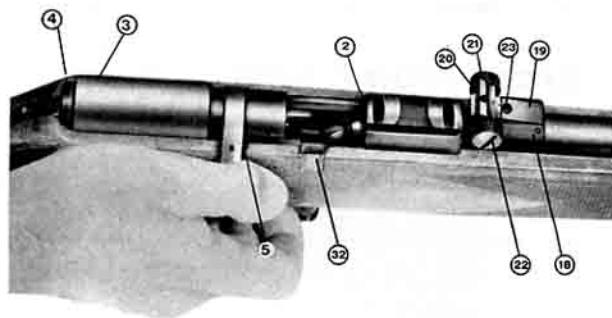

Fig. 3
**CAMERA** - (Fig. 3 n. 2) di mm. 19 di profondità e con sezione anteriore di mm. 5,70 - posteriore di mm. 5,88 - adatta alla cartuccia .22 Long Rifle.
**GRUPPO CULATTA OTTURATORE** - (Fig. 3 n. 3). In acciaio ad alta resistenza, ha la prerogativa di essere facilmente amovibile, con semplice pressione sul bottone apposito zigrinato (Fig. 3 n. 4).
Per togliere il gruppo culatta-otturatore basta tirare a fondo il manubrio ed inserirlo nella sede posteriore (Fig. 3 n. 5); premere poi col pollice il bottone zigrinato e spingere il tutto verso l'alto (vedere figura n. 4).
**CONGEGNO DI PUNTAMENTO - MIRA** - (Fig. 3). E' composta dallo zoccolo d'alzo (n. 18) ritto d'alzo (n. 19) e tacca di mira (n. 20). Il ritto d'alzo è regolabile orizzontalmente mediante i due bottoni godronati ai lati della mira (n. 21 e n. 22).
averlo disinnestato dalla sede di chiusura situata nella culatta (Fig. 3 n. 32) e poi lasciarlo andare naturalmente.
Per il tiro a colpo singolo, si potranno introdurre le cartucce in camera, una alla volta, senza usare il caricatore, ed eventualmente bloccare di volta in volta l'otturatore, inserendo il manubrio nell'apposita sede (Fig. 3 n. 32).